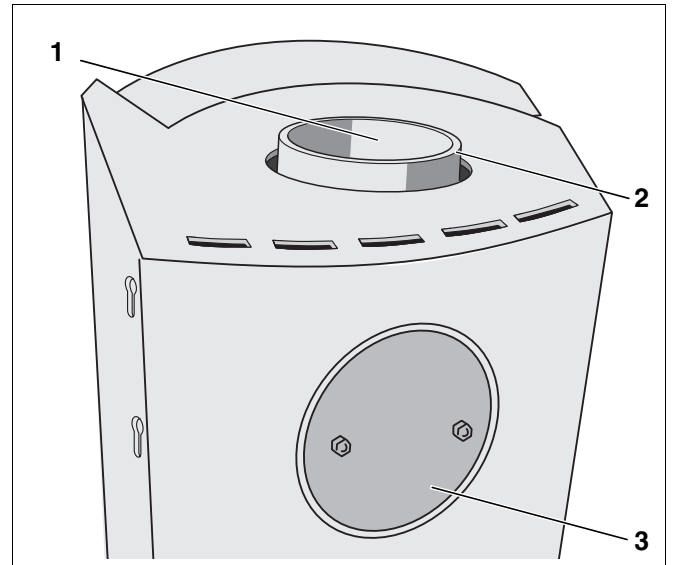

Abb. 4 Anschlüsse
- Abgasanschluss Oberseite, über die obere Abgasöffnung nach oben (Abb. 4, **Pos. 1**)
- Abgasanschluss Rückseite, über die rückseitige Abgasöffnung nach hinten (Abb. 4, **Pos. 3**)
Werkseitig ist der Abgasstutzen (Abb. 4, **Pos. 2**) am Abgasanschluss Oberseite des Kaminofens montiert (Abb. 4, **Pos. 1**).